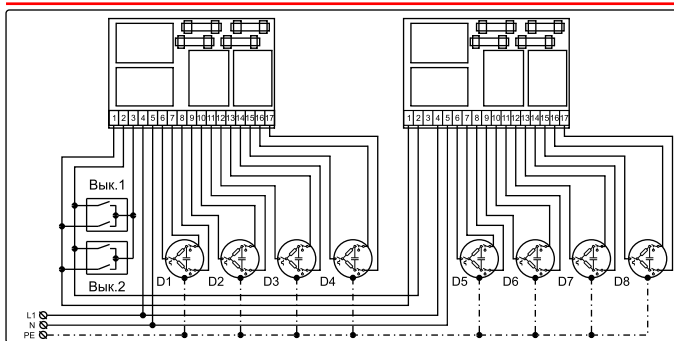

Рисунок 3. Схема подключения двух ГУ-4
Групповое устройство управления ГУ-4 предназначено для одновременного управления несколькими электроприводами (до 4-х) от центрального выключателя. ГУ-4 можно объединять между собой в группы для управления 8-ю, 12-ю и более электроприводами с одним или несколькими центральными выключателями (см. Рис.3).
- Подключить клеммы 1 всех ГУ-4 к контакту выключателя, отвечающему за направление «ВВЕРХ» (см. рис. 3).
- Подключить клеммы 2 всех ГУ-4 к контакту выключателя, отвечающему за направление «ВНИЗ» (см. рис. 3).